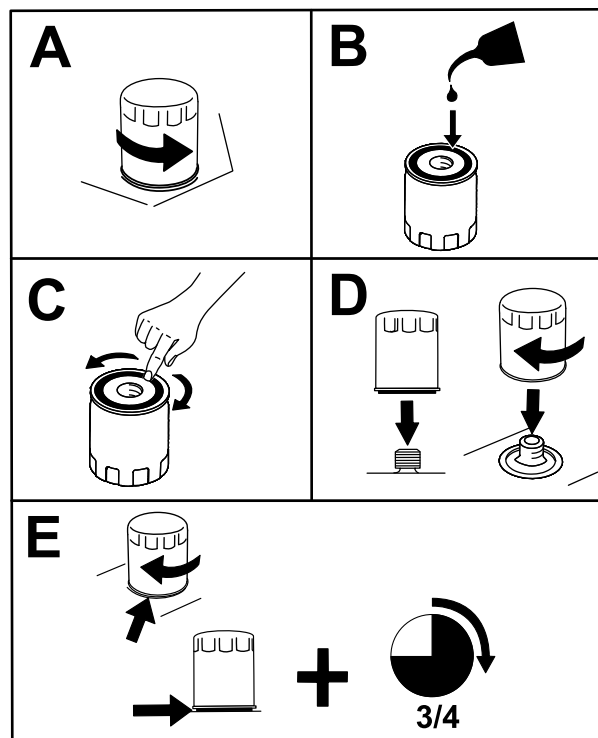

Figura 35
2. Substitua o filtro de óleo do motor (Figura 35).